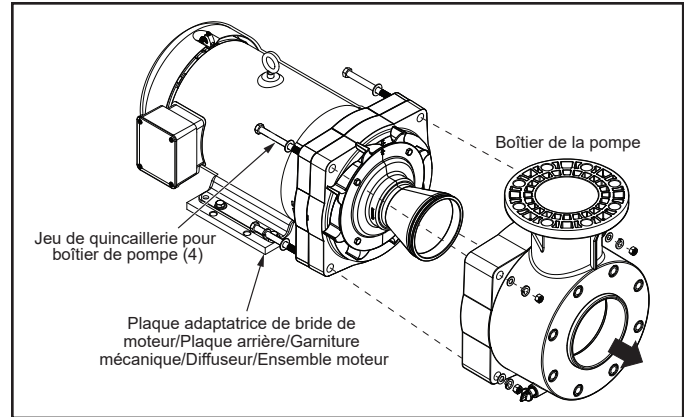

Figure 13. Retirer le boîtier de la pompe
8. À l'aide d'une clé 15/16 po, desserrer les quatre (4) vis hexagonales de la quincaillerie du boîtier de la pompe fixant le boîtier de la pompe au moteur / plaque d'adaptation de bride moteur / plaque arrière / joint mécanique / turbine / diffuseur. Reportez-vous à la Figure 13.
9. Tirer avec précaution le corps de pompe vers l'avant pour l'éloigner de l'ensemble moteur. S'assurer que le diffuseur dégage le corps de la pompe pendant ce processus. Reportez-vous à la Figure 13.